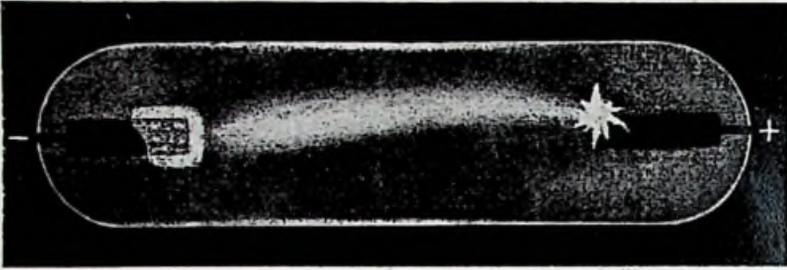

Fig. 34. — Aspect du tube témoin pour une pression de 2 ou 3 cm. de mercure.
a) L'étincelle devient rose et épaisse, plus droite, floue sur les bords. Un point lumineux brille à l'anode. La « flamme », qui obéit à l'action extérieure d'un aimant, ne touche pas la cathode, où il apparaît une tache bleuâtre. Un espace obscur sépare les deux clartés. Les parois de l'ampoule deviennent lumineuses et bleues dans le cas du cristal, vertes avec le verre (fig. 34).